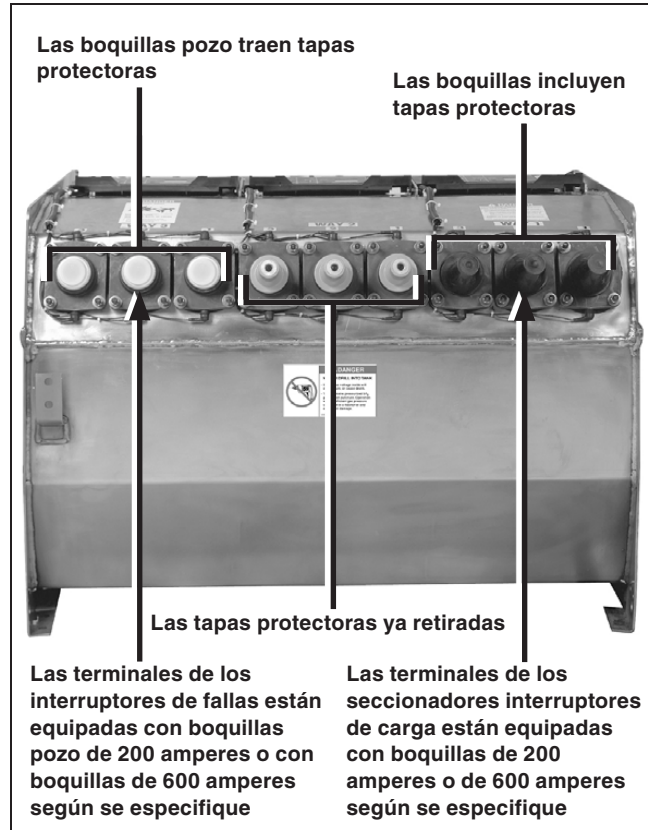

Figura 45. Tanque del interruptor Vista con tapas protectoras. (Se muestra la unidad manual con fines ilustrativos).
PASO 1. Quíteles las tapas protectoras para transporte a las boquillas y a las boquillas pozo. Ver Figura 45.